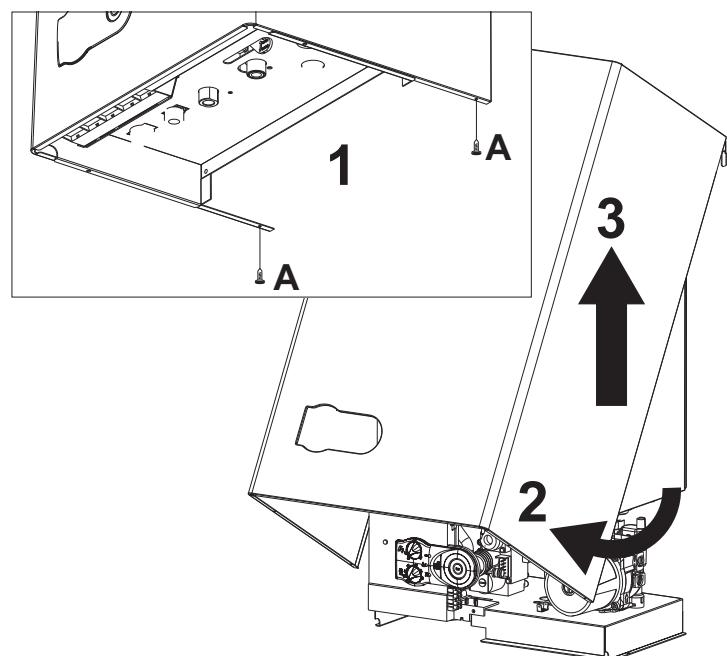

рис. 12 - Открытие кожуха
- Отвинтите винты "A" (см. рис. 12).
- Поверните кожух (см. рис. 12)